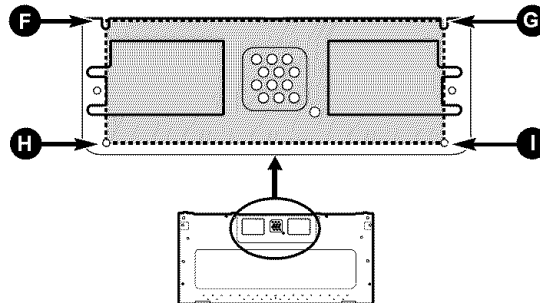

Figura 28
2. Con un lápiz, marque con puntos a través de las ranuras "F" y "G" y a través de los agujeros "H" e "I". Quite la placa de montaje y trace una línea que pase por esos puntos. Esto le precisará el tamaño y ubicación del corte para la caja para el conducto de la parte posterior. Vea la **Figura 28**.